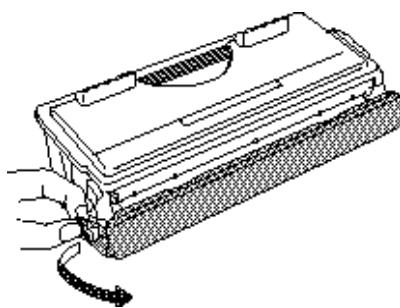

图 5-4
- (4) 取下保护盖（图 5-4）；
(5) 将新粉盒装入硒鼓单元，听到咔嚓声响